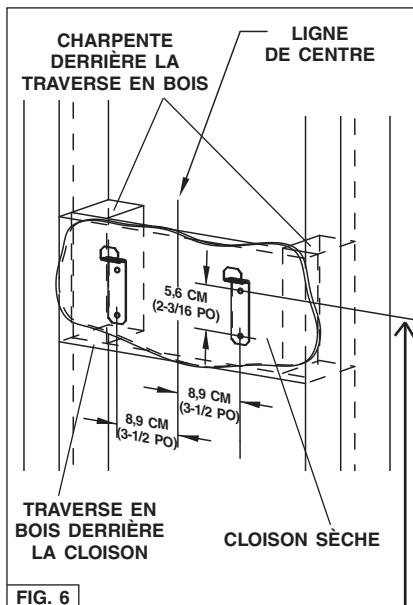

FIG. 6
- Construisez une **charpente de bois** qui affleure la surface intérieure des montants du mur. Fig. 6.